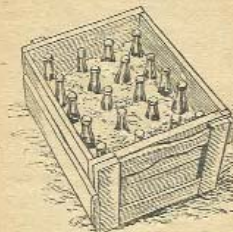

Рис. 2. Упаковка зажигательных бутылок в ящик.
12. Для транспортировки бутылки укладываются в деревянный ящик и засыпаются землей (рис. 2), лучше рыльцой (не суглинок), чтобы упаковка не была слишком тяжелой.